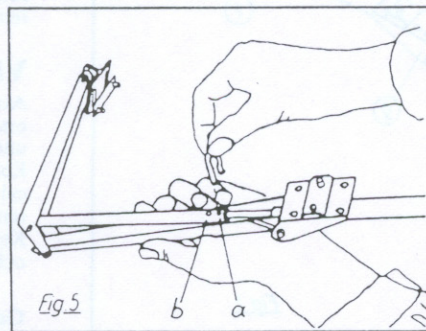

Fig. 5
- A. Om fönstret går att öppna minst 42 cm: Lägg in stämpelstången (3) i tryckstången (4). Hålet i stämpelstången placeras under hålet »a« i tryckstången. Hårnålssprinten (5) stickes genom hålen. Se fig. 5.